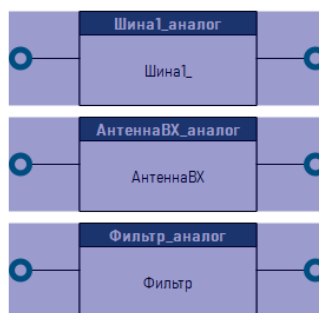

Рисунок 304 – Пример выделенных блоков структурной схемы надежности элемента
3) Удерживать клавишу «Ctrl» на клавиатуре и, нажимая левую кнопку мыши, выделить в окне структурной схемы надежности необходимые блоки (рисунок 304).